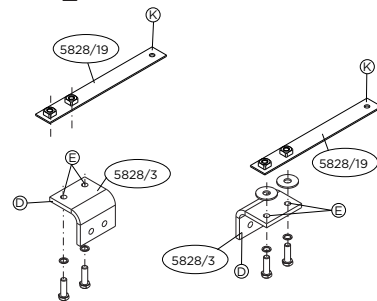

Fig.1
2. **Внимание! При необходимости:** Просверлить отверстия E Ø13mm в шасси. (см. рис. 1).
5. **Внимание! При необходимости:** Поставить упорные кронштейны K. (см. рис. 1).